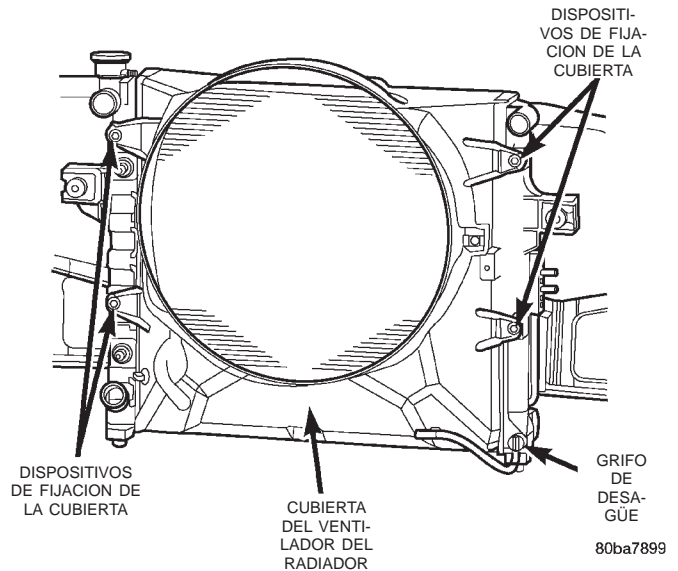

Fig. 27 Instalación de la cubierta del ventilador
(1) Desconecte el cable negativo de la batería.
(2) Drene el sistema de refrigeración.
(3) La transmisión viscosa térmica del ventilador está instalada (enroscada) al eje del núcleo de la bomba de agua. Retire el conjunto de transmisión viscosa del ventilador o el ventilador de la bomba de agua girando las tuercas de instalación a la izquierda vistas desde la parte delantera. Las roscas de la transmisión viscosa están **a la derecha**. No intente retirar la transmisión viscosa térmica del ventilador o el ventilador en este momento.
(4) Si se va a reemplazar la bomba de agua, no afloje el conjunto de aletas del ventilador de la transmisión viscosa térmica del ventilador.
(5) Retire las tuercas de la cubierta del ventilador al radiador (Fig. 27). No intente retirar la cubierta del ventilador en este momento.